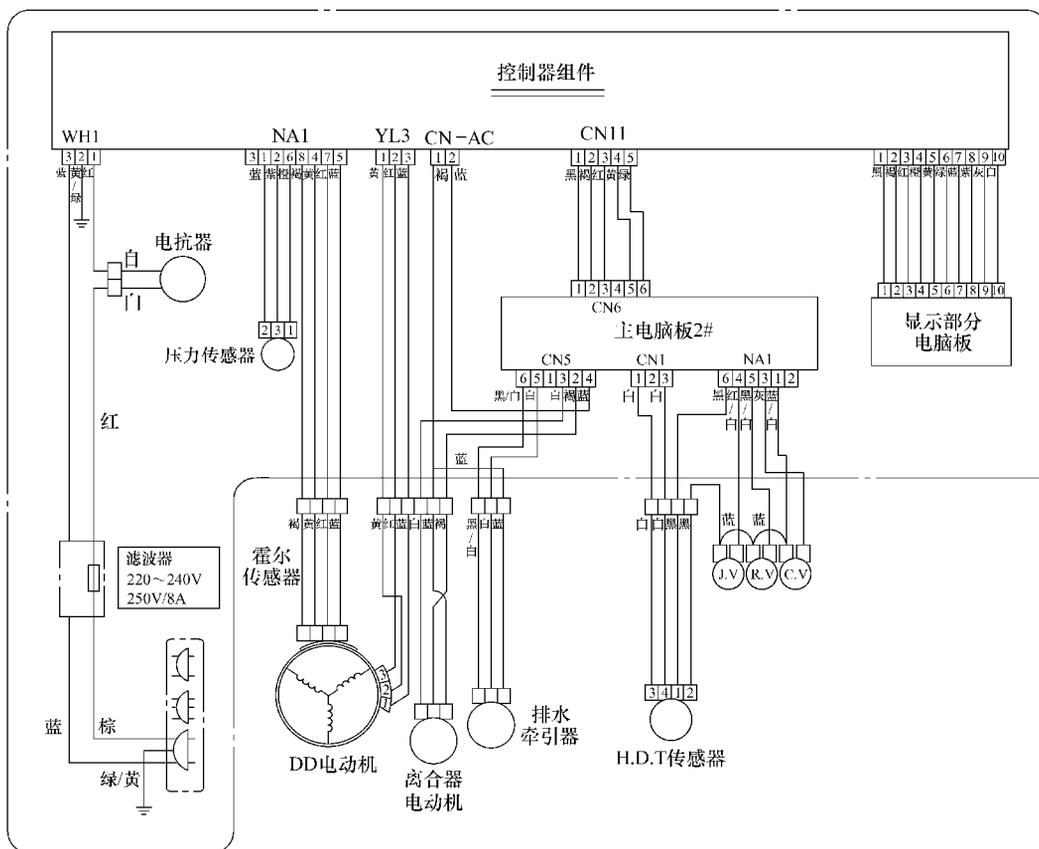

图 6-37 LG XQB80 - R31PD 型波轮式洗衣机电路原理图
**【附注】** LG XQB80 - R31PD 型波轮式洗衣机电路原理图如图 6-37 所示。